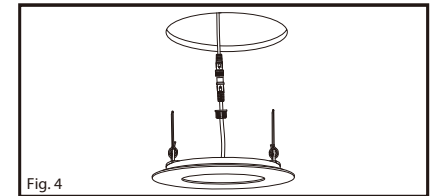

Fig. 4
5. Pull the spring clips on the fixture up and through the cut-out. Spring clips should close above the ceiling and secure recessed LED module in place. (Fig. 4)
5. Tirez les pinces à ressort de l'appareil vers le haut et à travers la découpe. Les clips à ressort doivent se fermer au-dessus du plafond et sécuriser le module LED encastré en place. (Fig. 4)